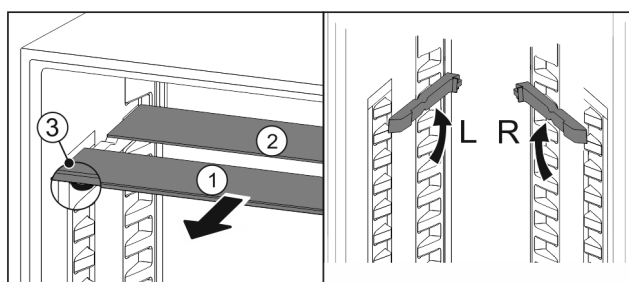

Fig. 99
- Trekk glassplatene enkeltvis fremover og ut Fig. 99 (1).
- ▷ Glassplate Fig. 99 (1) med pyntelist ligger foran.
- ▷ Stoppere Fig. 99 (3) peker nedover.